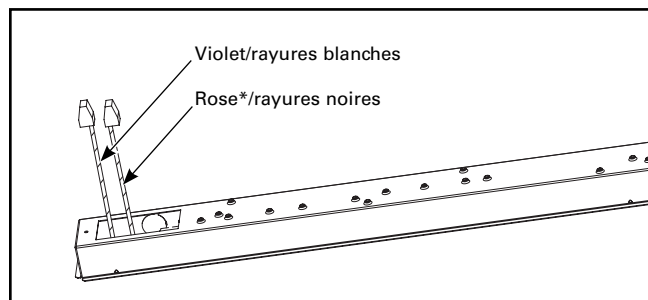

Figure 3.
- 2b. Pour un luminaire avec capteur intégré, repérez deux fils de commande dotés d'écrous capuchons (rayures violet/blanc et rayures rose*/noir), puis passez à l'étape 4. (Figure 3.)